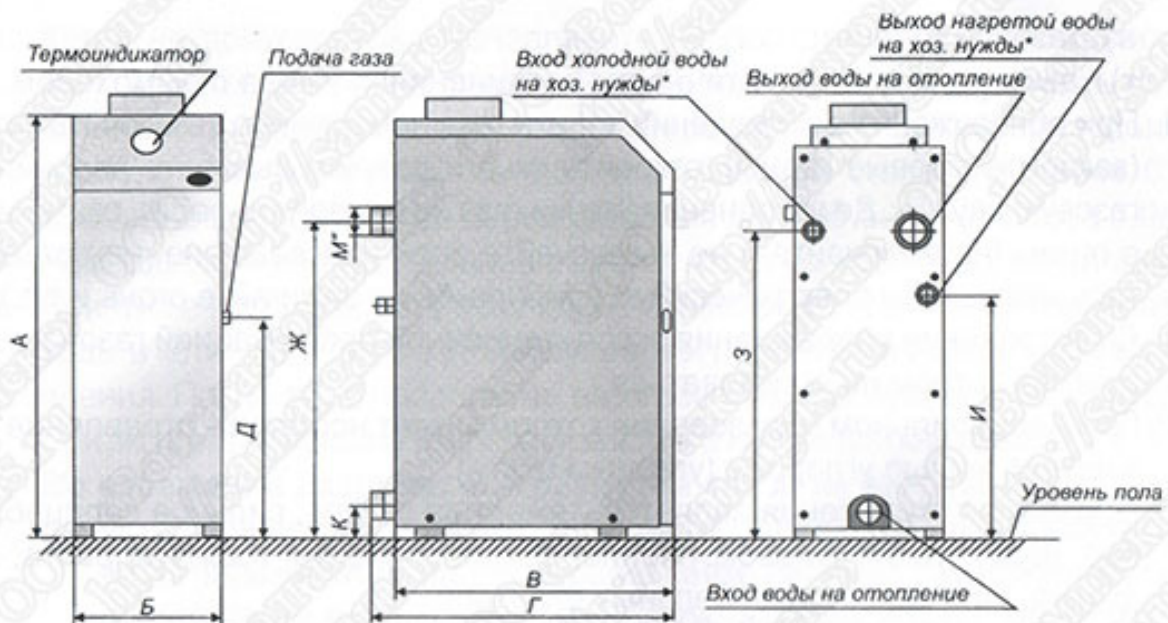
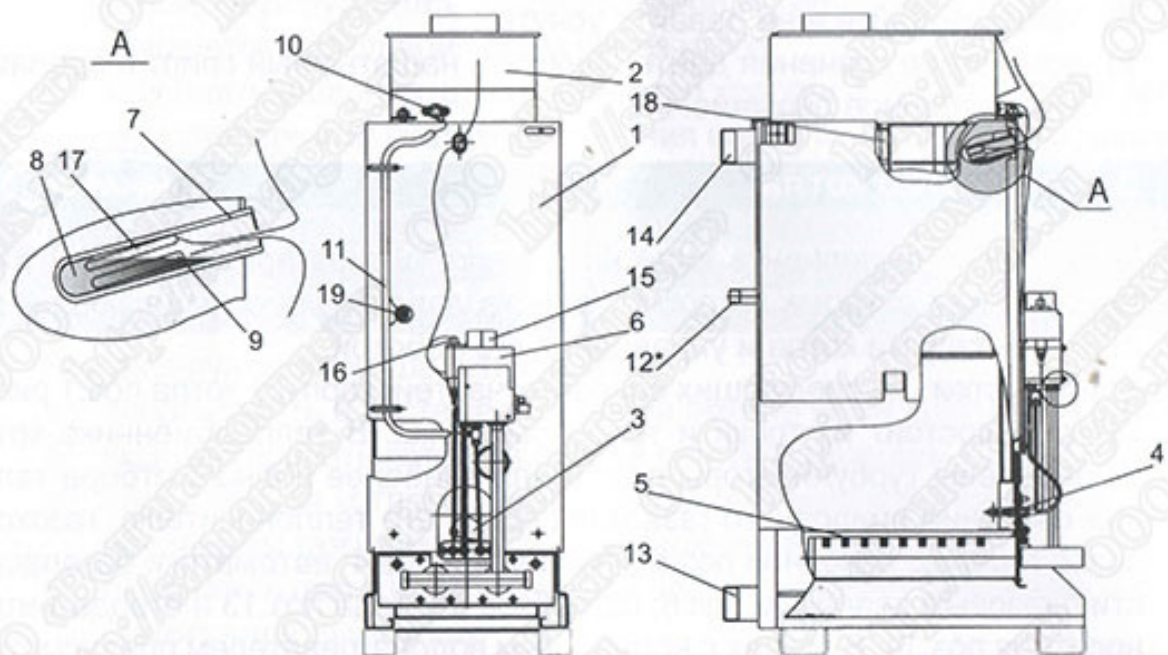
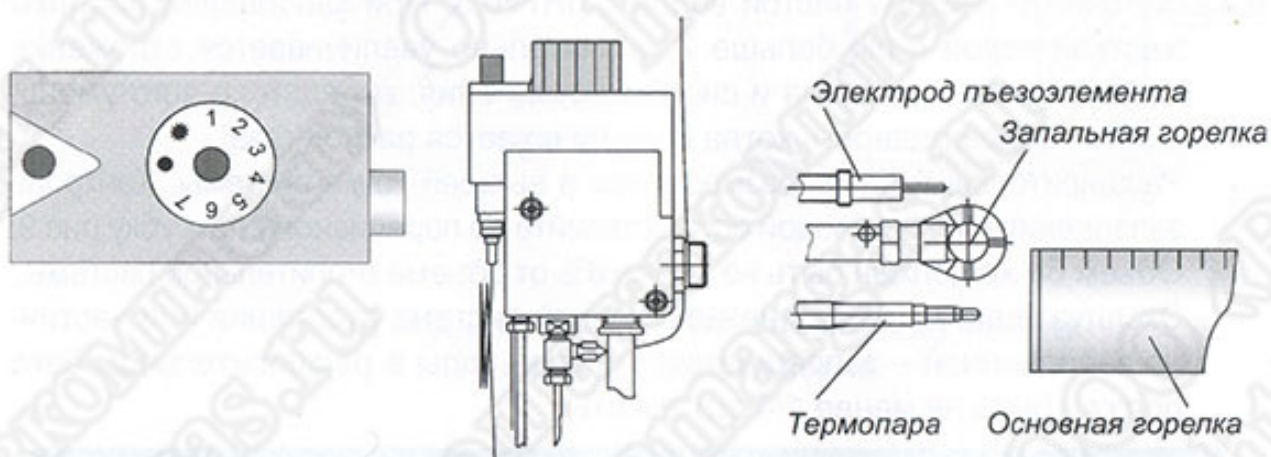

Рис.1 Общий вид котла «VEGA»
Рис.2 Схема конструкции котла «VEGA»
Рис. 7
- 5.1. Котел, рис.1 выполнен в виде напольного шкафа прямоугольной формы, лицевая сторона которого закрыта дверкой, обеспечивающей доступ для запуска котла и управления его работой.
Котел состоит из следующих основных частей: корпуса котла поз.1 рис.2, который состоит из топки и теплообменника. В теплообменнике котла установлены турбулизаторы поз.18 для наиболее полного отбора тепла при сжигании природного газа и передачи его теплоносителю; газохода поз.2; горелок: основной поз.5 и запальной поз.4; автоматики безопасности с газовым клапаном поз.6; патрубков подвода поз.13 и отвода теплоносителя поз.14. В котлах с встроенным водонагревателем предусмотрены присоединительные патрубки поз.12. На лицевой части корпуса котла расположено смотровое окно поз.3 для контроля за розжигом и работой котла. Стаканчик поз.7, в котором установлен баллон термоиндикатора поз.17 и термобаллон поз.9 газового клапана служащий для управления его работой. Термостат (датчик тяги) поз.10 служит для обеспечения его безопасной работы. Для наиболее полного отбора тепла, снаружи корпус котла покрыт теплоизоляцией и декоративным стальным кожухом, покрытым порошковой эмалью. В верхней части кожуха котла установлен термоиндикатор, для контроля температуры воды в котле, рис.1. При розжиге котла сначала зажигается запальная горелка, которая нагревает термопару и дает сигнал на открытие газового клапана и подачи газа на основную горелку.
5.2. Водонагреватель 12 (рис.2) работает по принципу «вода-вода», т.е.
- 6.8. При установке котла в систему отопления с открытым расширительным сосудом, установка датчика перегрева (п.19, рис.2) не требуется, при условии, что отказ термостата управления не вызывает опасную ситуацию для пользователя или повреждение котла (ГОСТ Р 51733-2001).
**Перед запуском котла, необходимо проверить наличие машинного масла в стакане корпуса котла поз.7 рис.2.**
Изначальное положение круглой рукоятки управления рис.7 в позиции «выключено» (  )
Рис.7 а
Поверните рукоятку управления против часовой стрелки в позицию розжига (  ) рис.7 а. Нажмите рукоятку управления до упора и не отпуская ее, нажмите кнопку пьезорозжига (на запальной горелке должен появиться факел пламени). Не отпускайте рукоятку управления в течение 20-30 с. Отпустите рукоятку управления и проверьте наличие пламени на запальной горелке. Если нет пламени, повторите данную операцию, увеличивая время удерживания нажатой рукоятки управления.
Рис.7 б
Для включения основной газовой горелки плавно поверните рукоятку управления против часовой стрелки до положения 1...7 (рис.7 б). Максимальная температура теплоносителя соответствует цифре 7 на рукоятке управления. Температуру контролируйте термоиндикатором (рис.1), регулировку температуры теплоносителя (воды) осуществляет термостат газового клапана через термобаллон поз.9, рис.2, вставленный в стаканчик корпуса котла поз.7, рис.2.